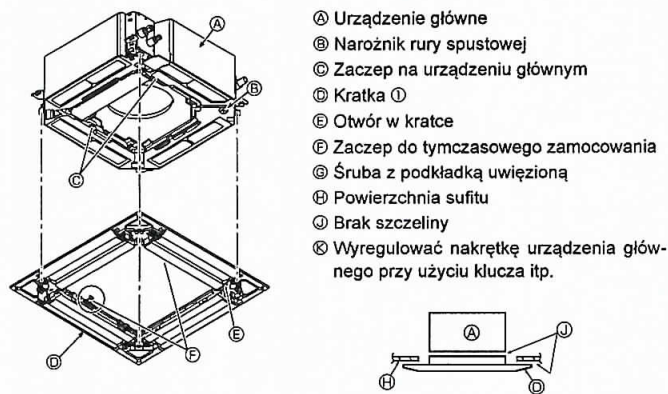

Fig. 9-6
### 9.4.2. Tymczasowe zamocowanie kratki (Fig. 9-6)
- Zamocować kratkę na urządzeniu głównym, dokręcając wstępnie wkręcone śruby. (Fig. 9-6).
Upewnić się, że nie ma szczeliny pomiędzy urządzeniem głównym i kratką oraz pomiędzy kratką i powierzchnią sufitu. (Fig. 9-6).